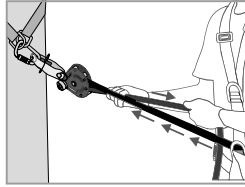
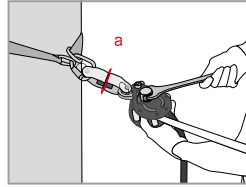

Fig 3
Fig 4
Dopo aver terminato l'installazione della linea di vita, tirare manualmente la corda (dal lato del nodo all'estremità—Fig. 3) in modo da effettuare una prerogolazione della tensione. La camma (8) e la leva della camma (4) entreranno automaticamente in contatto con la corda. Abbassare la leva della camma (4), quindi, servendosi di una chiave adeguata, tendere l'asse di regolazione della tensione (1) fino a quando la rondella indicatore di tensione (a) posta sull'indicatore di tensione (2) non ruoterà liberamente (Fig. 4). Non appena la rondella ruota liberamente, SMETTERE DI SERRARE! La tensione applicata corrisponde a una pretensione della linea di circa 0.5 kN. Durante l'uso controllare periodicamente la tensione (rotazione della rondella indicatore di tensione) e, se necessario, regolarla come indicato sopra.